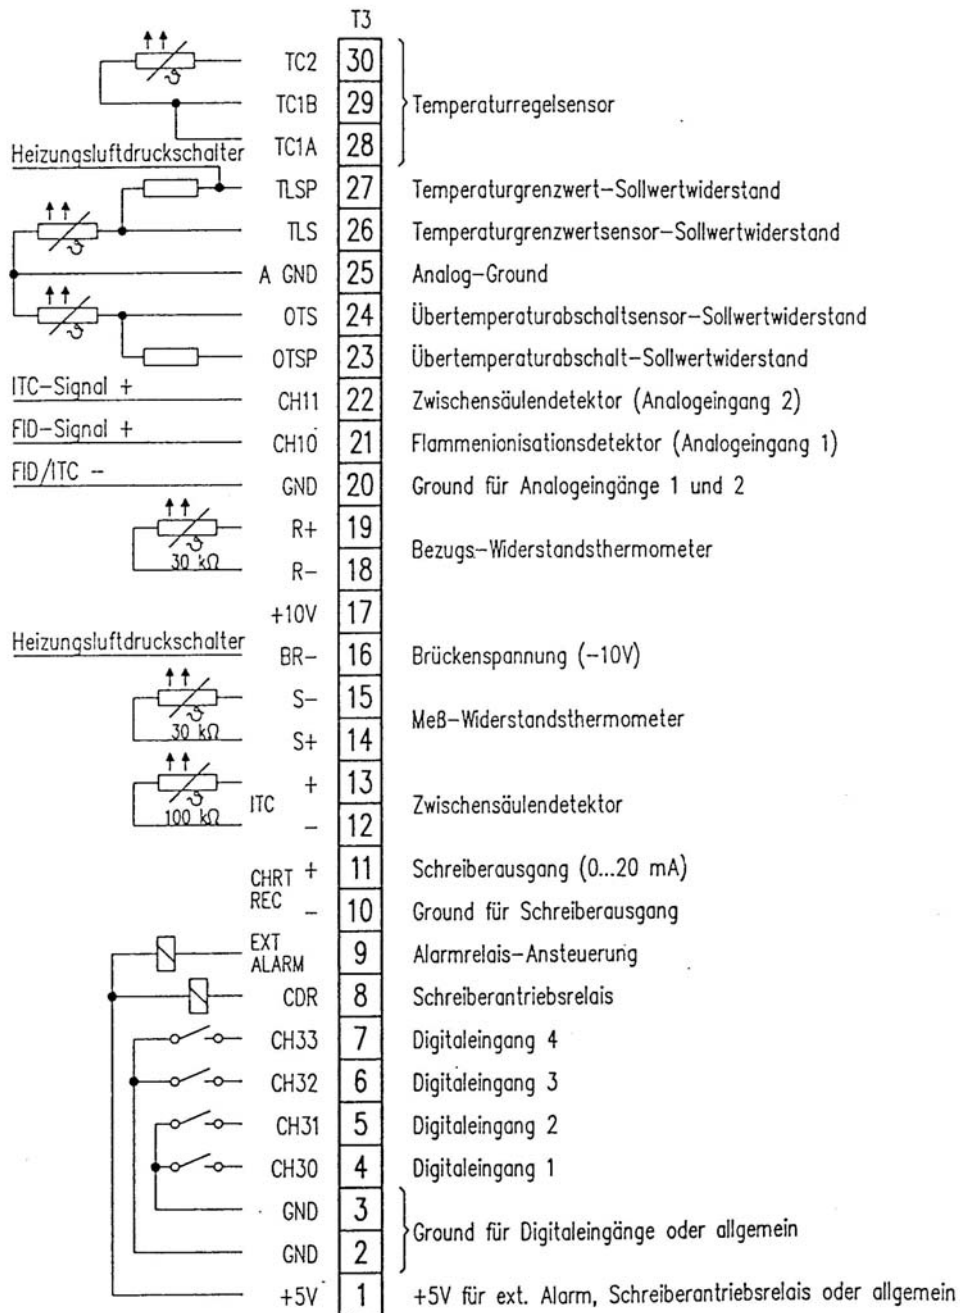
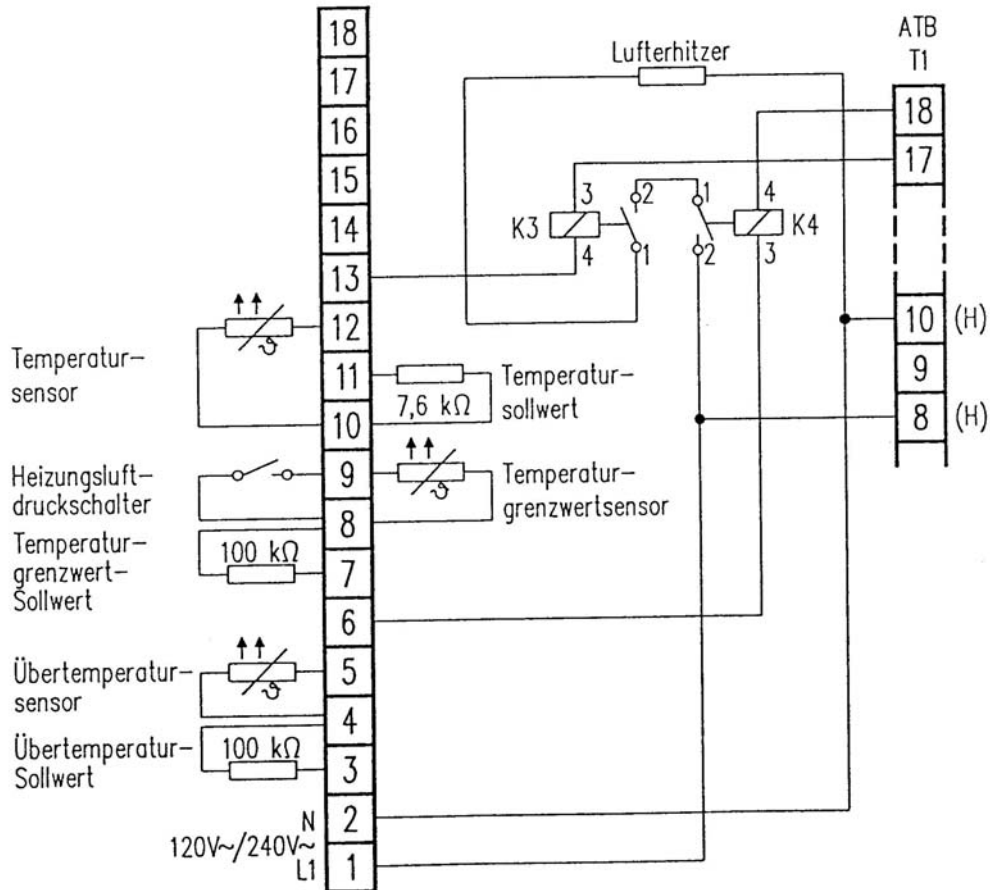

Bild 3: Verdrahtung der Klemmleiste T3 der Analysator-Anschlußkarte
Bild 4: Verdrahtung der Temperaturreglerkarte TC-2
1. Die maximale Ofentemperatur, die Oberflächentemperatur der Heizung und die Temperaturklasse hängen von der Wahl der Temperaturbegrenzer- und Übertemperaturabschalt- Sollwiderständen ab, die für den äußeren Ofen an den Klemmen 26,27 und 23,24 der Leiste T3 des ATB's angeschlossen werden (siehe Bild 3). Beim PTGC werden die Sollwiderstände für den inneren Ofen an die Klemmen 7,8 und 3,4 der Leiste auf dem AMB befestigt, in dem sich die Temperaturreglerkarte TC-2 befindet (siehe Bild 4).
5. Die neuen Spannungsversorgungsleitungen werden nun wieder an den Nulleiter und an das vorgesehene Halbleiterrelais angeschlossen (Bild 4 und 5).